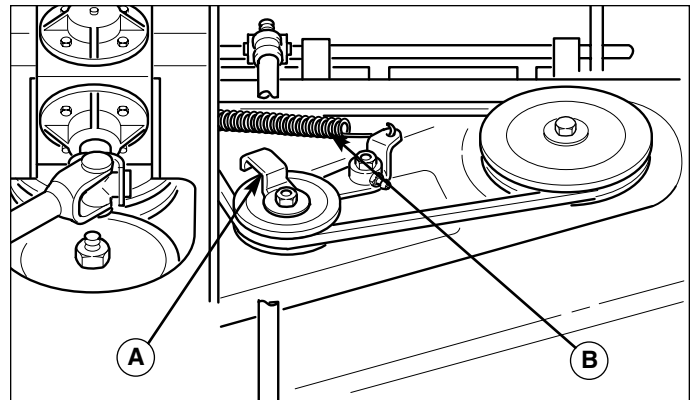

Figure 35. Position de la butée de galet tendeur
La butée de galet tendeur (A, figure 35) empêche ce dernier de toucher le ressort de tension (B) lorsque la tondeuse est engagée.
3. Desserrer le boulon du galet tendeur et orienter la butée (A) comme illustré à la figure 35.